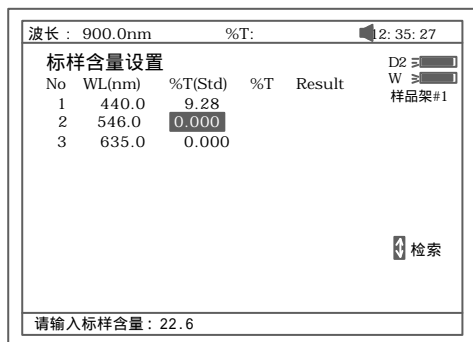

图 91
- b. 按【F1】键进入“标样设置”编辑界面，输入标样后按【ENTER】确认(图 91).按【】或【】键可输入更多的标样。按【CLEAR】键可以清掉已输入的标样。按【ESC/STOP】键退出该界面。